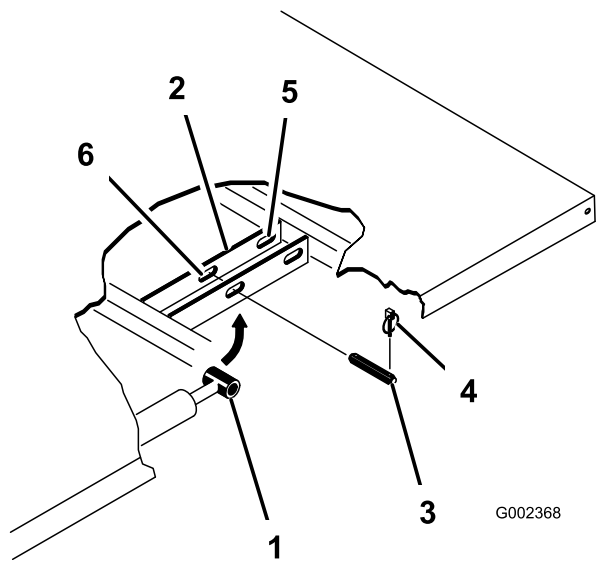

Figura 30
2. Retire los pasadores de seguridad de los extremos exteriores de los pasadores de las varillas de los cilindros (Figura 30).
- Retire los pasadores que fijan los extremos de las varillas de los cilindros a las chapas de montaje de la plataforma empujando los pasadores hacia dentro (Figura 30).
- Retire los pasadores de seguridad y los pasadores que fijan las placas de giro al bastidor (Figura 30).